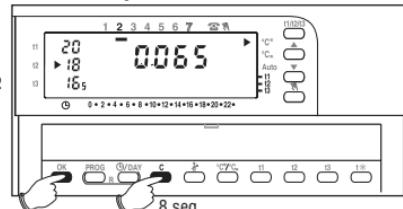

Fig. 42
- **Ajuste a cero del total de horas de funcionamiento desde el inicio de estación:** mantener presionada la tecla **C** por más de 8 segundos hasta que se apague la escala térmica 24 h, luego pulsar al mismo tiempo la tecla **OK** (Fig. 42); en la pantalla aparece **0000** (contador del total de horas de funcionamiento de la caldera en cero), liberar las teclas **C** y **OK**.